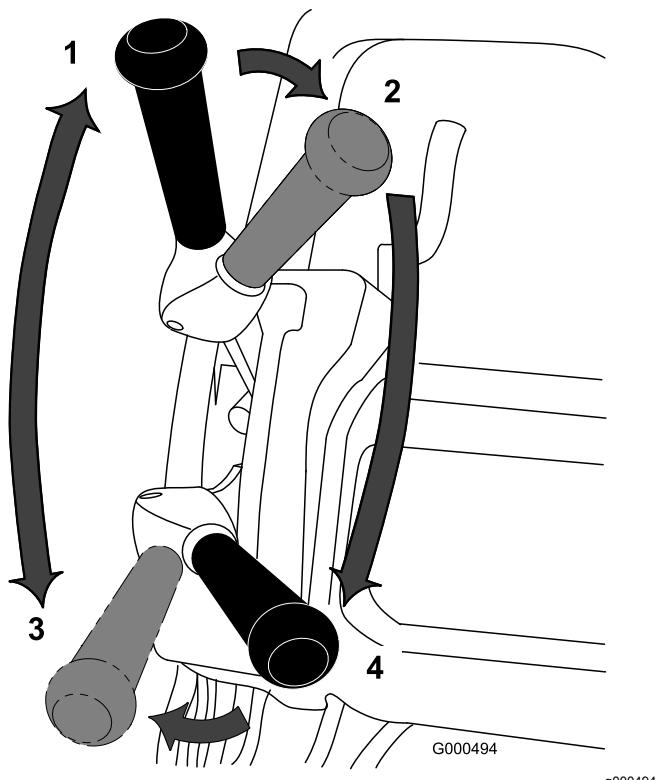

Рисунок 23
- Запустите двигатель, установите дроссельную заслонку на пониженные обороты двигателя, нажмите на рукоятку вниз, чтобы поднять режущий блок, прижмите к рукоятке штангу контроля присутствия оператора, переведите рычаг управления тягой и приводом барабана в положение ПЕРЕДНИЙ ход (транспортировка) и переместите машину на край грина (Рисунок 23).
- Переведите рычаг в НЕЙТРАЛЬНОЕ положение(Рисунок 23).
3. Переведите рычаг в положение «тяга — НЕЙТРАЛЬНОЕ положение, привод барабана выключен» (Рисунок 23).
4. Переведите рычаг в положение «тяга — ПЕРЕДНИЙ ход, привод барабана включен» (Рисунок 23), увеличивайте с помощью дроссельной заслонки обороты двигателя до тех пор, пока машина не будет двигаться с требуемой скоростью, переместите машину на грин, опустите режущий блок на землю и начните скашивание.